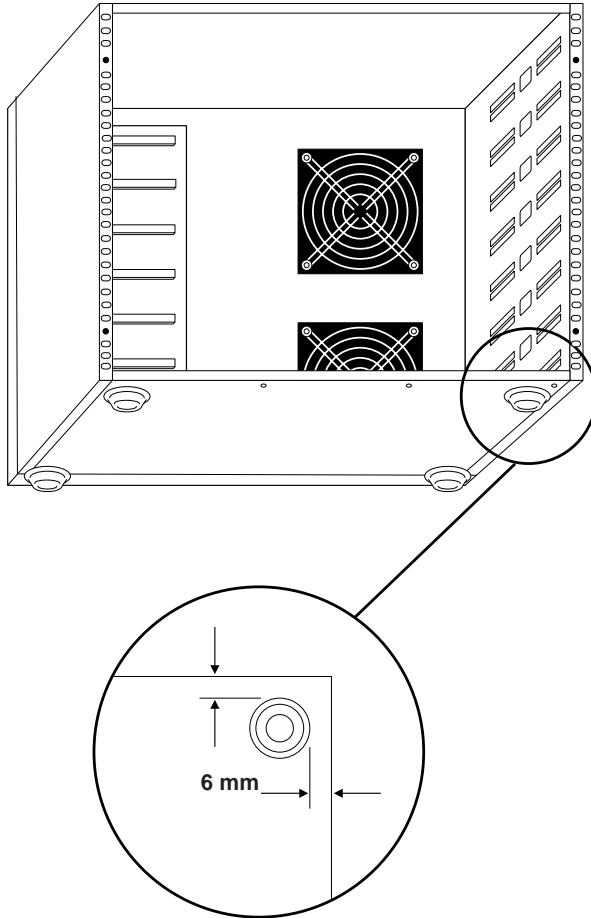

図 1.11 C36E4、C36E8（据置型ラック）のゴム足の取り付け
- 2) C36E4 または C36E8 ラックにゴム足を取り付けます (図 1.11 を参照)。